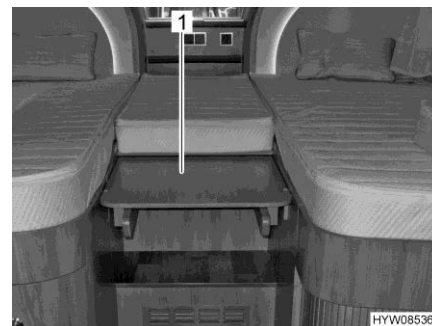

Fig. 109 Estrazione dell'ampliamento
- Afferrare ed estrarre l'ampliamento (Fig. 109,1). Insieme all'ampliamento viene estratta anche la scaletta.